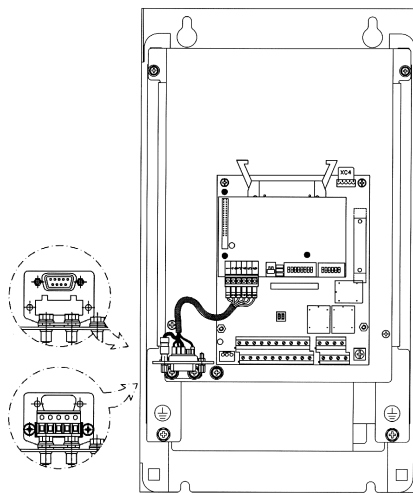

Figura 7: Fixação do conector Fieldbus Mecânica 3 a 10
- Passo 1** Fixe o conector Fieldbus ao "L" metálico utilizando o cabo de 150mm (figura 7);